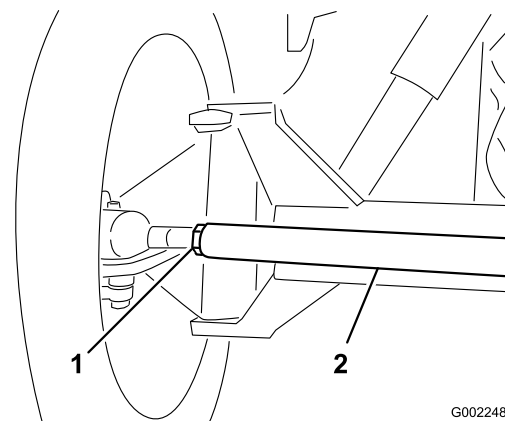

Figura 50
3. Se la misura non rientra nel campo specificato, allentate i controdadi da ambo i lati del tirante (Figura 50).